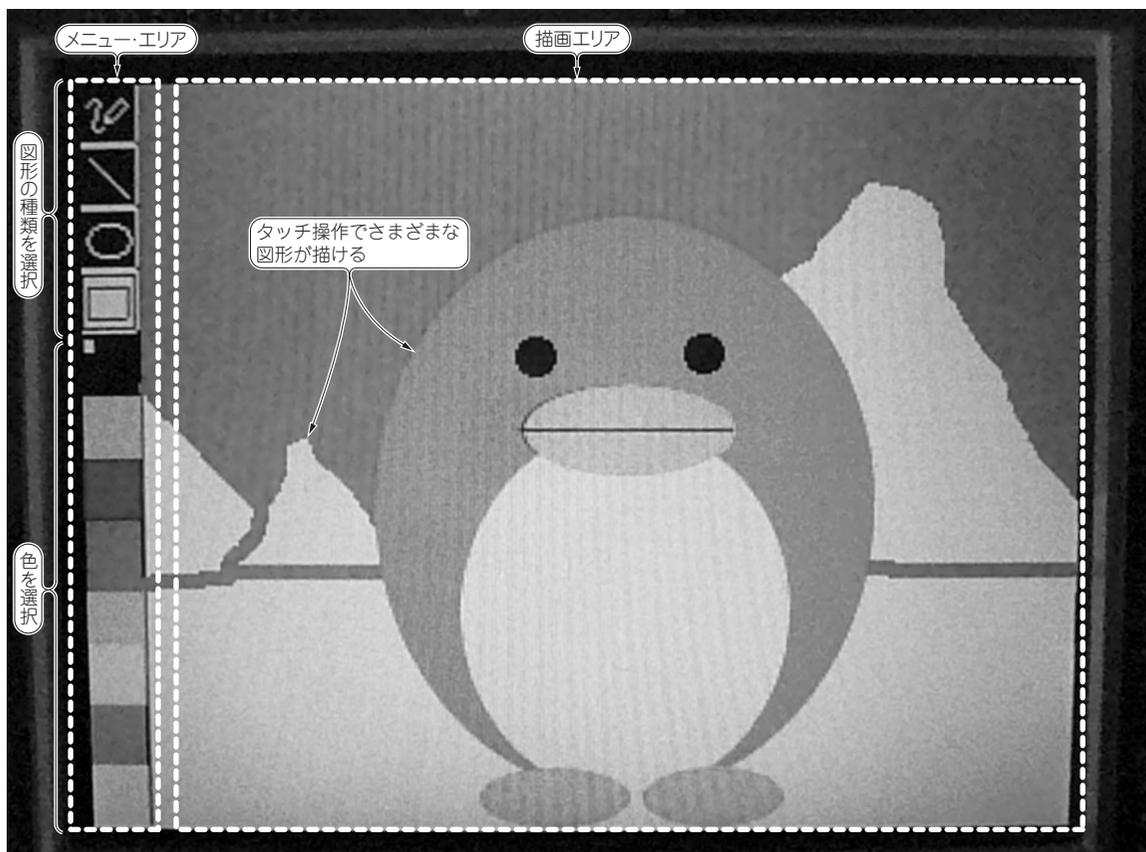

図 1 付属 CD-ROM に収録されているタッチ式お絵描きソフトウェア
Workspace¥paint フォルダには、図 1 のようなタッチ式お絵描きソフトウェアが収録されています。タッチ操作で以下のことができます。ハードウェア構成を写真 1 に示します。
(10) MB電源を切ってジャンパJ1をオープンにします。
(11) MBの電源を再投入します(USBの場合はいったん抜いてから再度差し込む)。図1のようなタッチ式お絵描きソフトウェアの画面が表示されます。